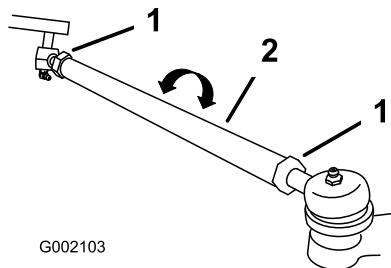

Figura 16
2. Se la misura non rientra nel range previsto (vedere le dimensioni e i parametri riportati all'inizio di questa operazione), allentate i controdadi da ambo i lati dei tiranti (Figura 16).